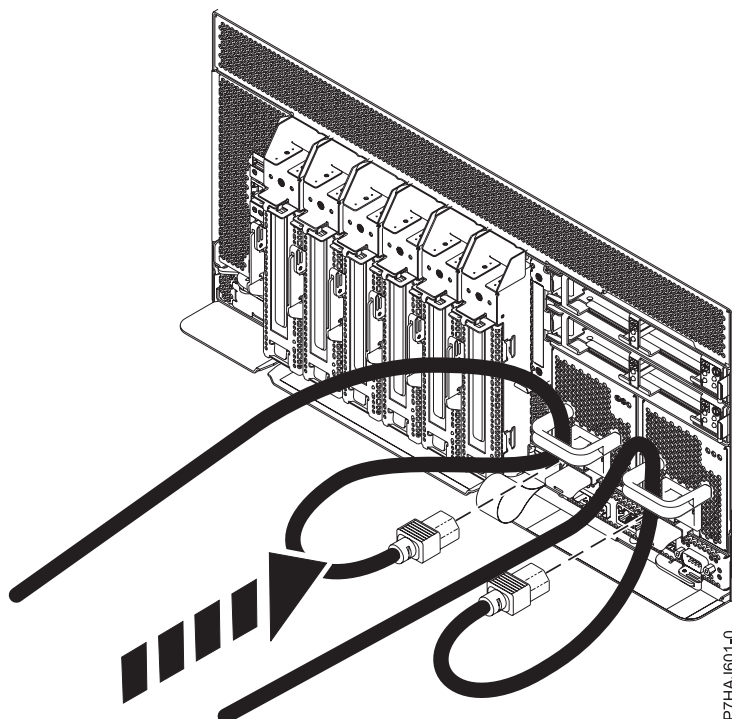

Figura 13. Ligar os cabos de alimentação
2. Ligue novamente o cabo de alimentação à unidade de sistema como surge em Figura 13 na página 27. Certifique-se de que todos os cabos passam pelos puxadores.